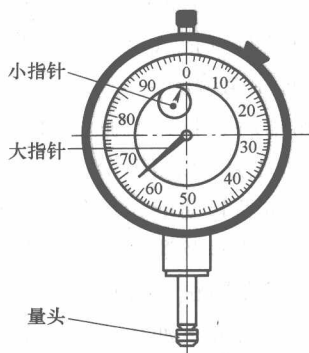

图 1-15 百分表
3) 读数方法: 如图 1-15 所示, 百分表的表盘刻度一般分为 100 格, 当量头每移动 0.01mm 时, 大指针就偏转 1 格(表示 0.01mm); 当大指针旋转 1 圈时, 小指针偏转 1 格(表示 1mm)。指针的偏转量就是被测零件(工件)的实际偏差或间隙值。